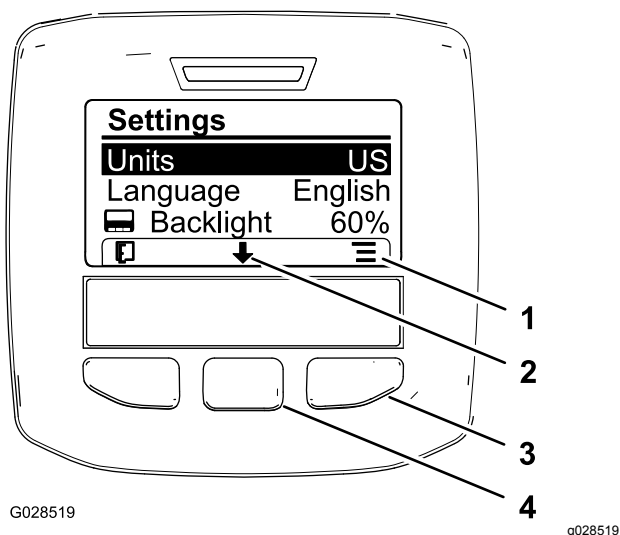

Figura 63
2. Per modificare l'unità di misura, premete il pulsante di selezione destro per scegliere tra le unità di misura elencate (Figura 63).
3. Per modificare la lingua utilizzata nel display, premete il pulsante di selezione centrale (il pulsante sotto la freccia in basso nel display) per spostare l'opzione selezionata su Lingua (Figura 63).
4. Premete il pulsante di selezione destro (il pulsante sotto l'icona dell'elenco nel display) per evidenziare l'elenco delle lingue utilizzate sul display (Figura 63).
6. Premete il pulsante di selezione sinistro per tornare alla schermata iniziale (Figura 63).